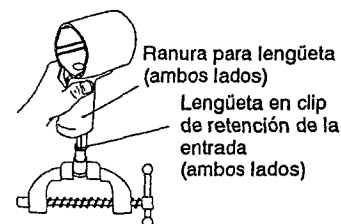

Figura 7
hacia dentro ambas lengüetas del clip de retención de la entrada (32) y tire hacia arriba de la carcasa (19). Ello permitirá que el casquillo de admisión se libere de la empuñadura de la carcasa. Véase la figura 7.
2. Tire del gatillo (33) para separarlo de la parte delantera de la carcasa y quite la junta tórica del gatillo (34).